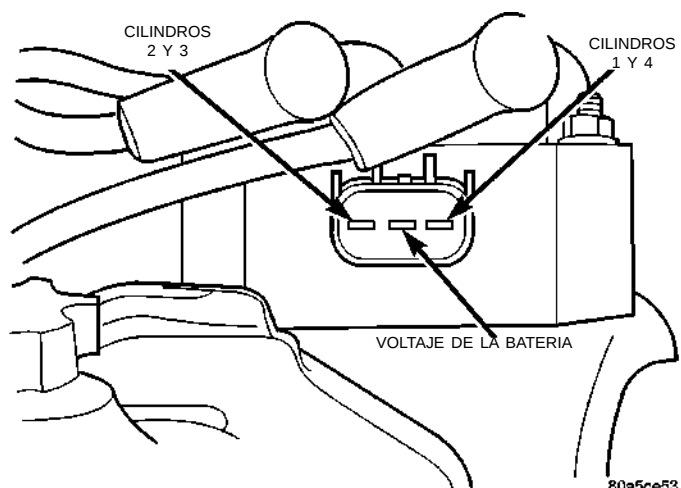

Fig. 18 Identificación de terminales
(1) Retire los cables de encendido y mida la resistencia de dichos cables. Esta debe estar dentro de la escala que se indica en el Cuadro de resistencia de los cables en Especificaciones. Reemplace cualquier cable que no esté dentro de esa tolerancia.
(2) Desconecte el conector eléctrico del conjunto de bobina.
(3) Mida la resistencia primaria de cada bobina. En la bobina, conecte un ohmímetro entre la espiga B (+) y aquella correspondiente a los cilindros en cuestión (Fig. 18). La resistencia en el lateral primario de cada bobina debe ser de 0,45 a 0,65 ohmio. Reemplace la bobina si la resistencia no está dentro de la tolerancia.